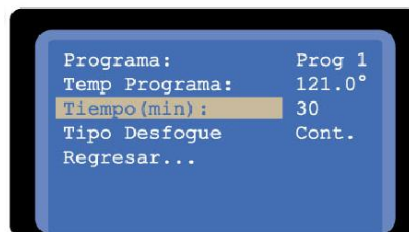

Figura 7
8. Para programar el tiempo pulse la tecla DECREMENTAR y baje al renglón de “Tiempo (min)” (Figura 7) pulse la tecla ENTER, el parámetro “30” se pondrá en intermitente, con las teclas INCREMENTAR o DECREMENTAR puede aumentar o reducir el tiempo, para fijar el valor pulse la tecla ENTER.